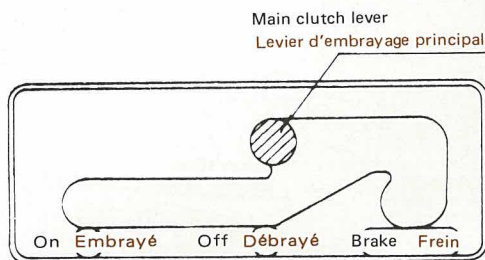

Fig. 4-2
The main clutch comes to be disengaged by pulling the main clutch lever to the position "OFF". The brake is actuated by pulling the main clutch up to the position of "BRAKE". (See Fig. 4-2).
(4) Manipulation de l'embrayage principal. Le débrayage s'effectue en amenant le levier d'embrayage principal à la position "OFF". Le frein est actualisé en tirant l'embrayage principal jusqu'à la position "BRAKE". (Voir Fig. 4-2)
(5) Manipulation du levier latéral. Saisir le levier d'embrayage latéral du côté vers lequel on désire tourner.
(6) Changement de vitesse par carter de contre-chaîne. On peut obtenir deux autres changements de vitesse en changeant la position du